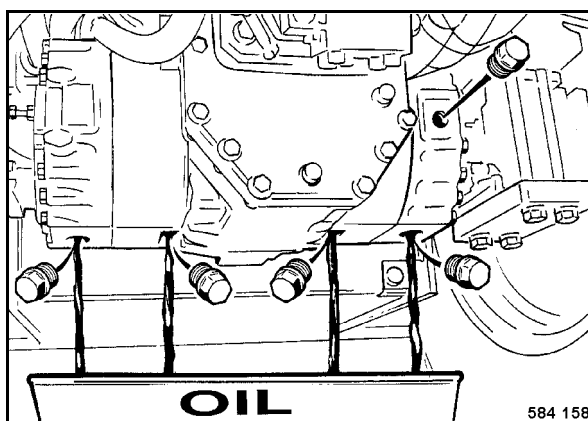

Fig. 151
- Limpiar y desenroscar todos los tapones de control y de descarga (Fig. 151).